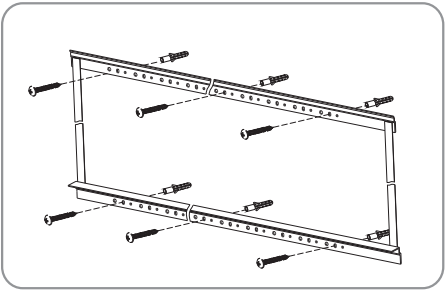

图12
- b. 混凝土墙壁安装：按银幕安装步骤 3 的操作方法，选用六个 $\phi 5 \times 40\text{mm}$ 带膨胀胶的自攻螺丝，先用电钻在混凝土墙壁上钻六个大小适合的孔，然后将膨胀胶钉入钻好的孔内，再将 $\phi 5 \times 40\text{mm}$ 的自攻螺丝穿过上安装架与下安装架相对应的孔，拧入墙壁上的膨胀胶内，使其固定在墙壁上。（其中上、下安装架各 3 个）（如图12）